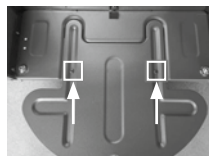

fig. 2
- Aprire la piastra inferiore e fissarla con 2 viti, vedi fig. 2.